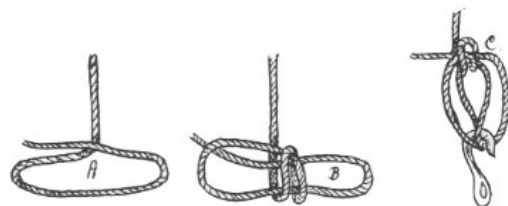

Fig. 59. Trompet.
- *Trompet*, Fig. 59, finder ligeledes Anvendelse, hvor en Ende skal fastgøres til en Hage, og er nok saa solid som Nakkestikket.